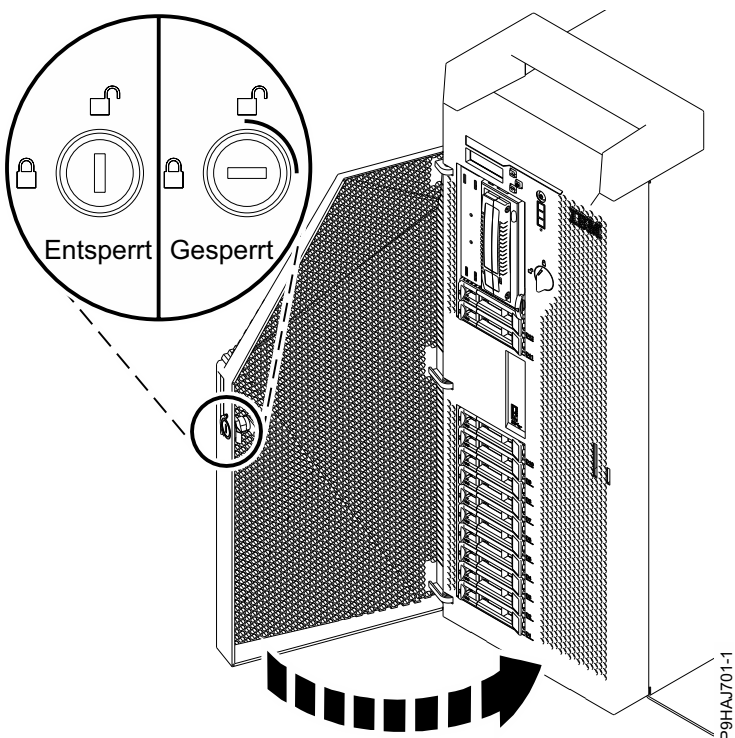

Abbildung 20. Vordere Klappe verriegeln
5. Schließen Sie die vordere Klappe. Stecken Sie den Schlüssel der vorderen Klappe in das Schloss (siehe Abb. 20). Drehen Sie den Schlüssel nach rechts (im Uhrzeigersinn), um die Klappe zu verriegeln. Horizontal bedeutet, dass die Klappe gesperrt ist; vertikal, dass sie entsperrt ist.